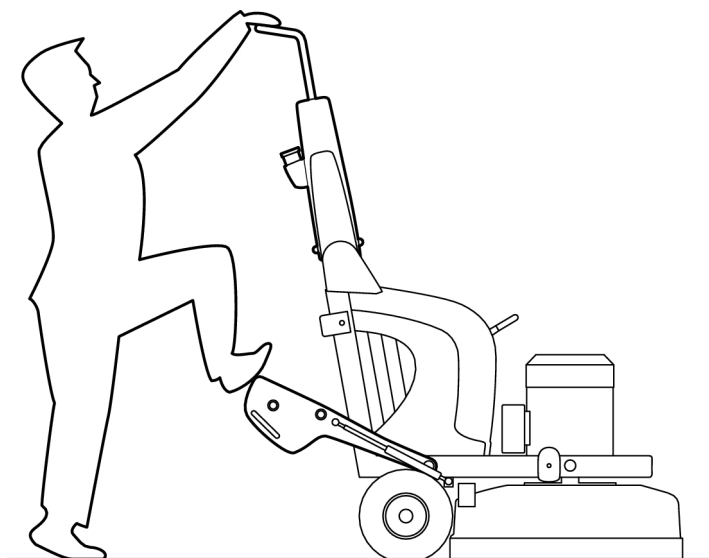

Figura 4-9. Pé no peso
2. Dobre os pesos para trás e apoie um pé num dos pesos, ver Figura 4-9, página 22.